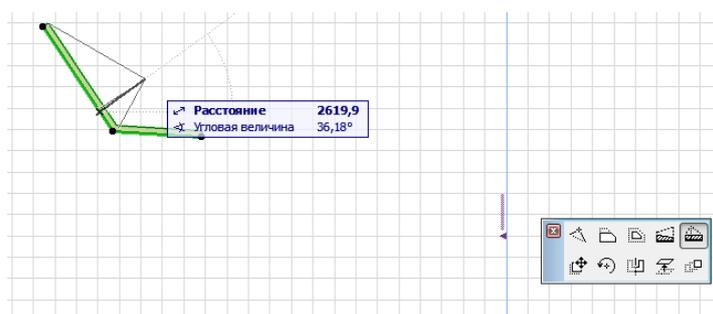

Рис. 29. Добавление вершины.
– добавление новых вершин к прямолинейным стенам. При этом редактируемая стена превращается в пару трапециевидных стен (рис. 29).